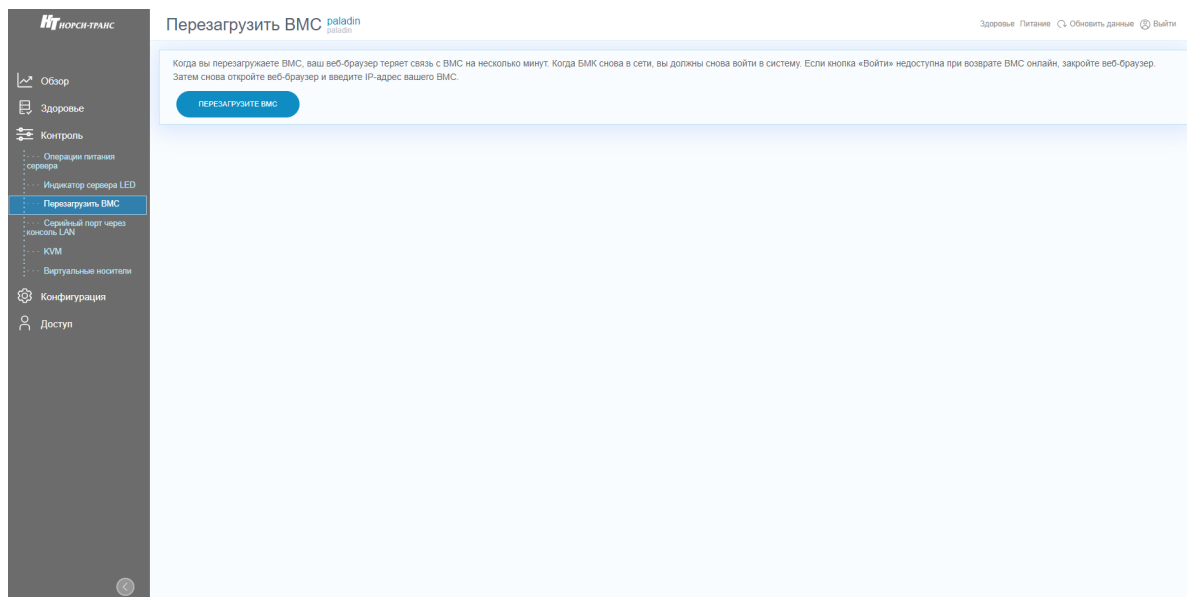

Рис. 70. Окно «Перезагрузить BMC»
- 4) Пройдите во вкладку «Контроль» → «Перезагрузить BMC» в данной вкладке осуществляется перезагрузка BMC. Нажмите на кнопку «Перезагрузить BMC» для перезагрузки BMC. Окно показано на рис. 70 Окно «Перезагрузить BMC».